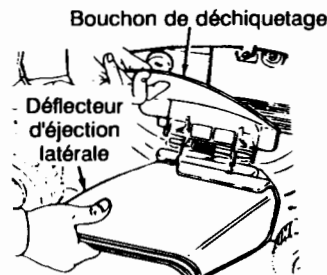

Figure 15
- Relevez le bouchon de déchiquetage à charnière qui se trouve sur le côté du plateau de coupe. Voir la figure 15.